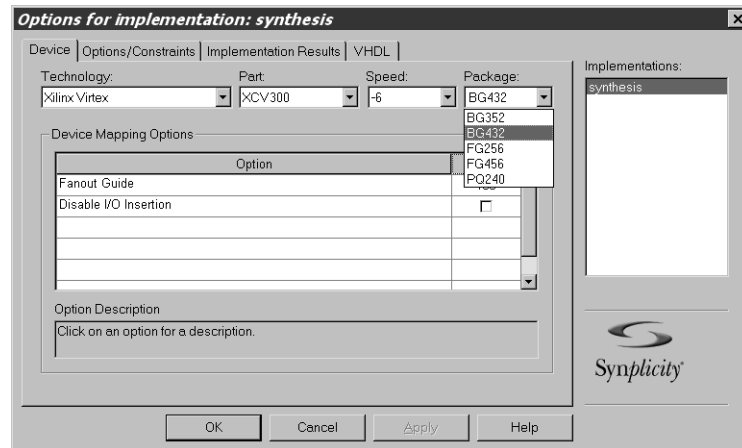

图 5-13: 实现选项
13. 单击 Change Target 以显示 Options for Implementation 对话框，如 图 5-13 所示。